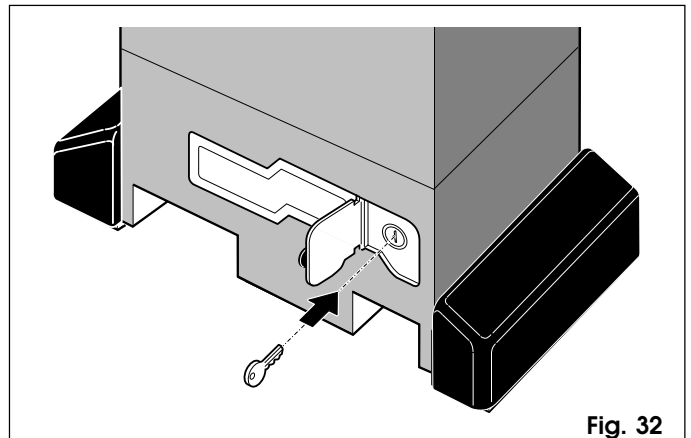

Fig. 32
- Abren la portezuela de protección e introduzcan la llave en dotación en la cerradura (Fig.32).